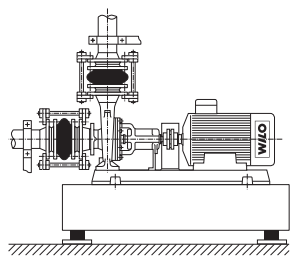

Fig. 9: Spændingsfri tilslutning af pumpen
- Rørledningerne må ikke overføre nogen kræfter til pumpen. De skal opfanges umiddelbart før pumpen og tilsluttes spændingsfrit (se fig. 9).
- Der skal med egnede foranstaltninger kompenseres for rørledningernes udvidelse ved stigende temperatur (se fig. 9). Luftindeslutninger i rørledningerne skal forhindres ved hjælp af egnede installationer.